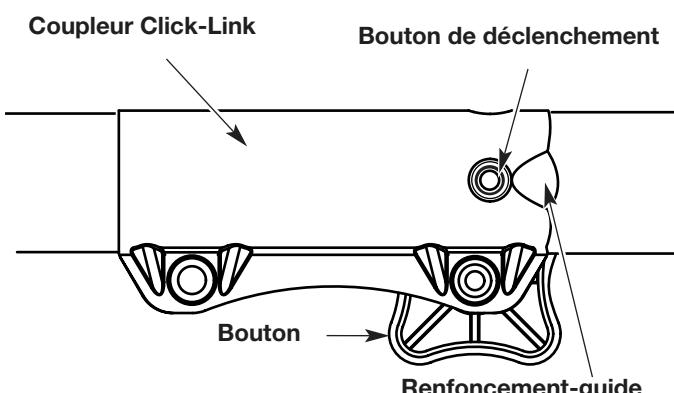

Fig. 8
1. Dévissez le bouton vers la gauche (Fig. 8).
2. Appuyez sur le bouton de déclenchement et maintenez-le enfoncé (Fig. 8).
**NOTE :** Alignez le bouton de déclenchement avec le renforcement-guide pour faciliter l'installation (Fig. 8).